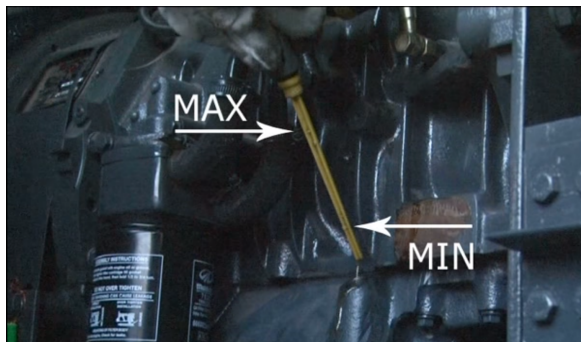

Figura 3: Exemplo de verificação do nível do óleo do motor.
4.3. De forma semelhante, deve ser verificado o nível de óleo do motor, através da vareta de nível. Para realizar essa operação convém verificar que o gerador esteja operando em modo manual para que a máquina não entre em funcionamento durante a inspeção. O procedimento é mostrado na Figura 3.